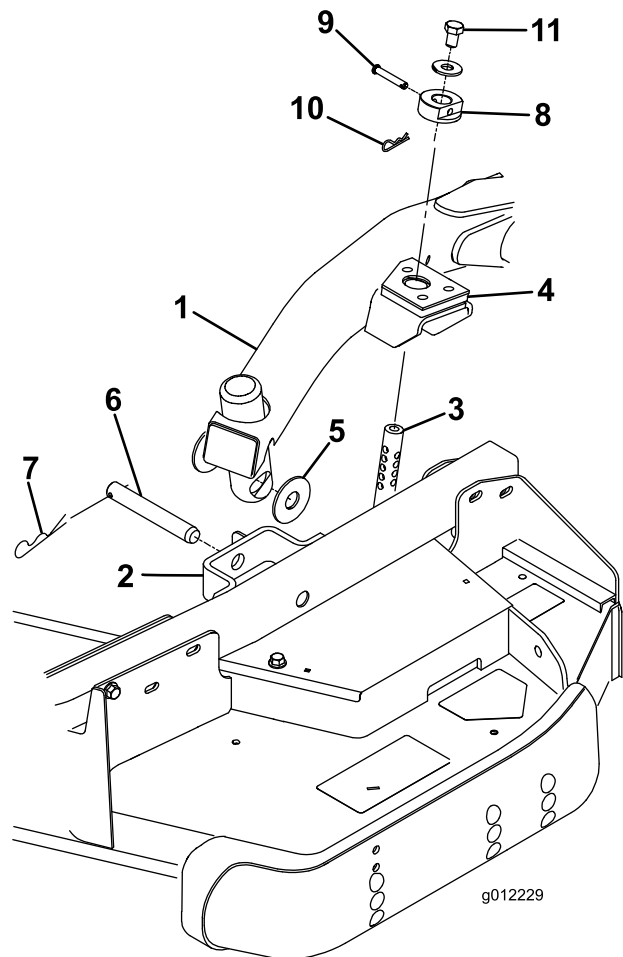

Bild 26
4. Stellen Sie den Hubhebel auf die Schweben-Stellung. Drücken Sie einen Hubarm nach unten, bis die Löcher im Hubarm mit den Löchern in der Laufradarmhalterung ausgerichtet sind, und die Schnitthöhenstange in die Hubarmpolster eingesetzt werden kann (Bild 26).
5. Befestigen Sie den Hubarm mit zwei (2) Druckscheiben, einem Lastösenbolzen und einem Splint am Laufradarm. Legen Sie die Druckscheiben zwischen den Hubarm und die Halterung des Laufradarms (Bild 26). Setzen Sie das Ende des Splints in den Schlitz im Laufradarm ein, um den Splint zu arretieren.